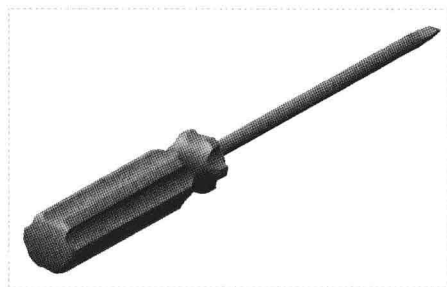

图 15-48 螺丝刀效果
Step 07 单击“应用并保存在工具中所做的所有更改，然后关闭工具对话框”按钮, 即可完成螺丝刀的装配，此时即可完成螺丝刀的制作，效果如图 15-48 所示。